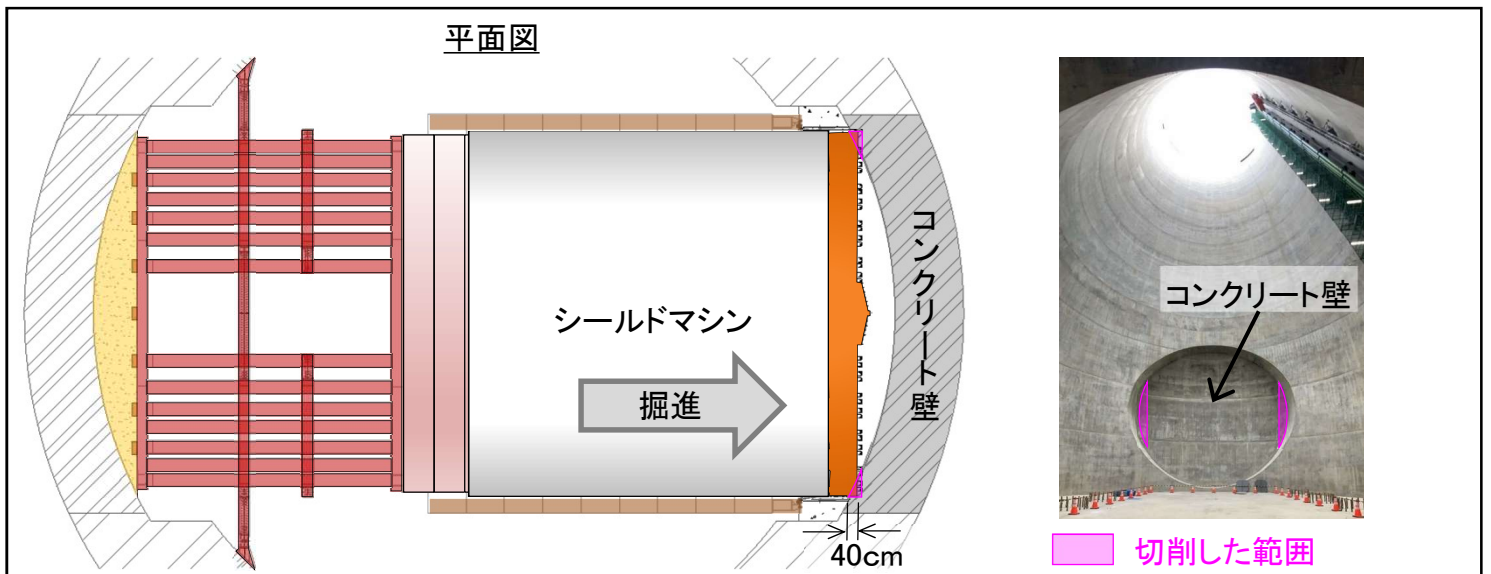

図2 立坑のコンクリート壁の切削
- ・ 円筒形立坑のコンクリート壁をシールドマシンで40cm切削し、カッタービットの状態、コンクリート壁の切削状況を確認する計画としました（図2）。